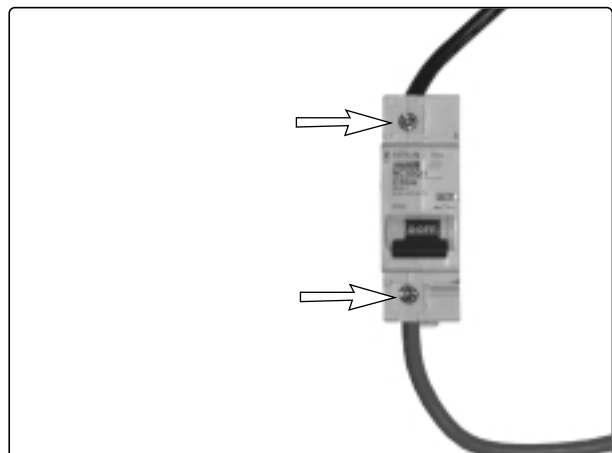

Abb. 43. Anschlüsse Hauptsicherung
6. Lösen Sie die Kabel von der Hauptsicherung, indem Sie die Schrauben lösen, siehe Abb. 43. Merken Sie sich die Anordnung der Kabel für den späteren Einbau.